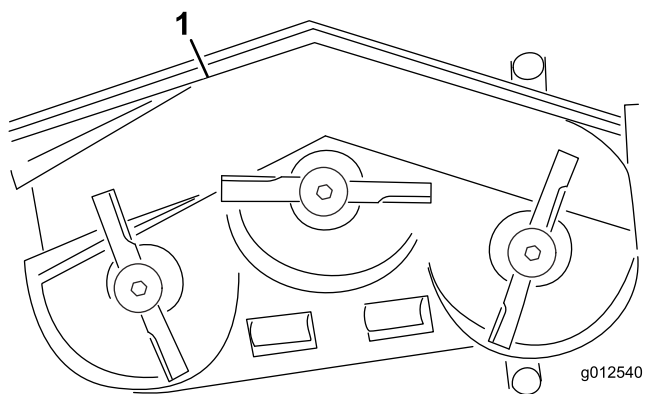
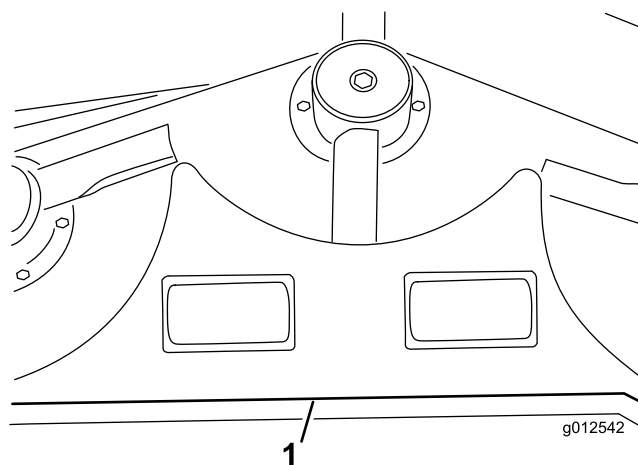
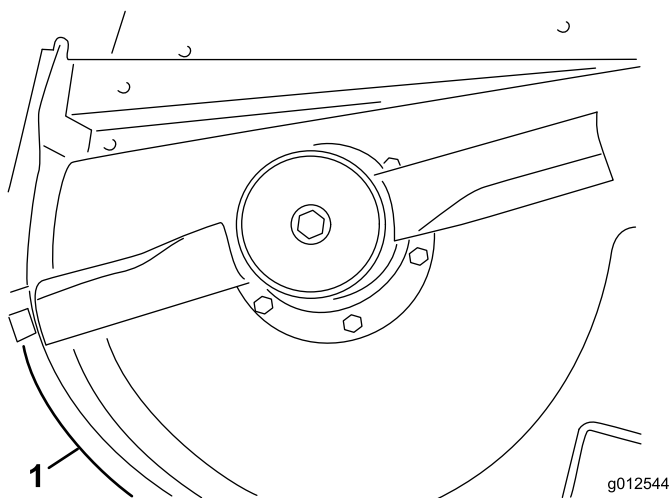

図 12
図 14
図 16
1. 前デフレクタをデッキにセットするデフレクタの後部を排出口に合わせてセットする 図 11 と 図 12。
8. デッキの既存の穴に後シェルフを取りつけるボルト 3/8-16 x 1 インチ 4本とロックワッシャ 3/8 インチを使用する 図 14。
9. 左シェルフを、後シェルフの左端とデッキのエッジに合わせてセットする 図 12 と 図 14。
11. 右シェルフを、後シェルフの右端とデッキのエッジに合わせてセットする 図 12 と 図 16。左シェルフを型紙として、デッキに直径 7.1mm の穴を3つ開ける。